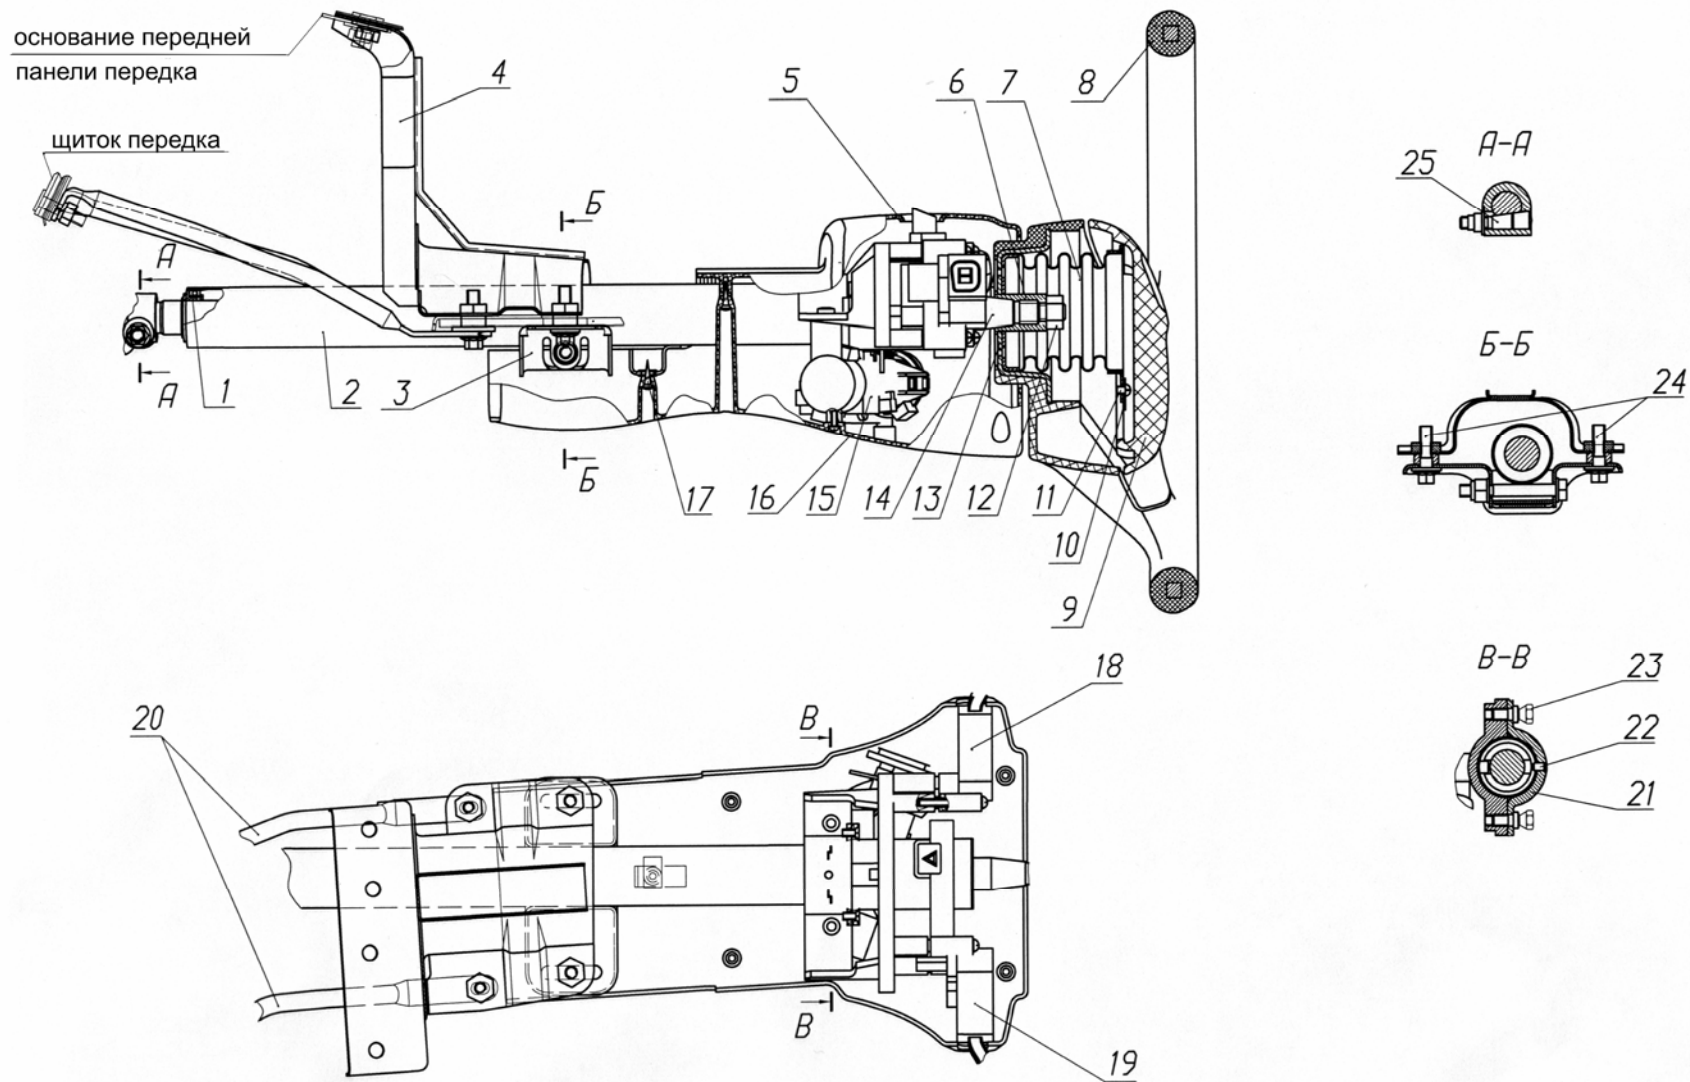
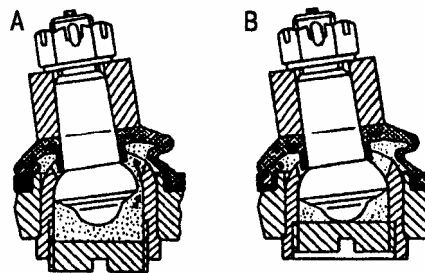

Рис. 2. Рулевая колонка
Рис. 6. Заполнение шарнира смазкой
Рулевой вал 14 (рис. 2) вращается в трубе 2 рулевой колонки на двух шарикоподшипниках 1, установленных на вал через полиуретановые втулки для изоляции шумов. Втулки с подшипниками упираются в трубе наружными кольцами подшипников в выштамповки трубы, а на валу руля фиксируются стопорными кольцами.
Рулевое колесо 8 (см. рис. 2) устанавливается на верхний конец рулевого вала, имеющий конус и шлицы и крепится гайкой 12.
Для замены уплотнителей с помощью приспособлений (рис. 6, 7) выпрессовать шаровые пальцы шарнира из гнезд и заменить уплотнители. Установить пальцы в гнезда, затянуть гайки пальцев моментом 40-50 Н·м (4-5 кгс·см) и проверить состояние стяжного хомута. Если зазор А между стянутыми губками меньше 1 мм, хомут заменить (рис. 2);
- нажать на конец тяги около смазываемого шарнира вверх, чтобы между шаровым пальцем и опорной поверхностью корпуса шарнира образовался зазор (рис. 6, А), завернуть заглушку до упора (рис.6, В). При этом смазка пройдет под уплотнитель шарнира;
Вставить в корпус шарнира палец и измерить размер от малой сферы пальца до торца корпуса (см. рис. 6). Если этот размер более 16 мм, шарнир к эксплуатации непригоден.